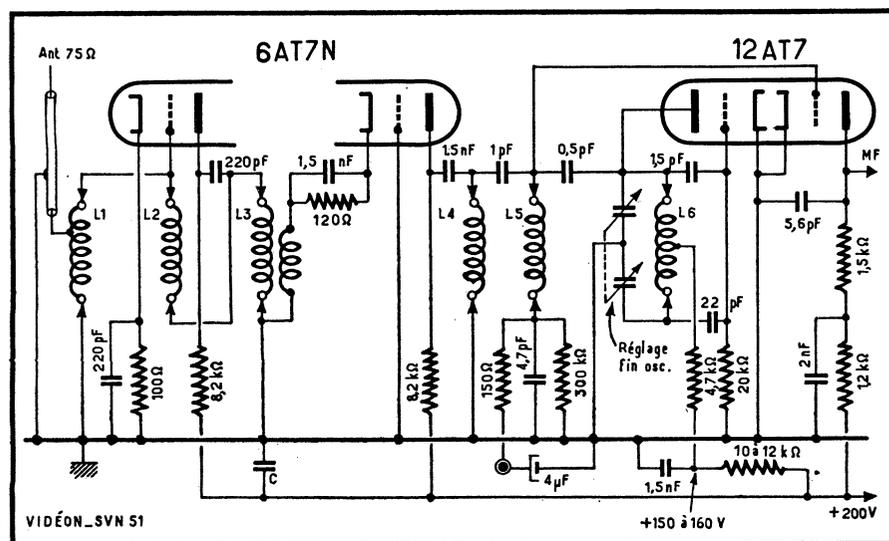
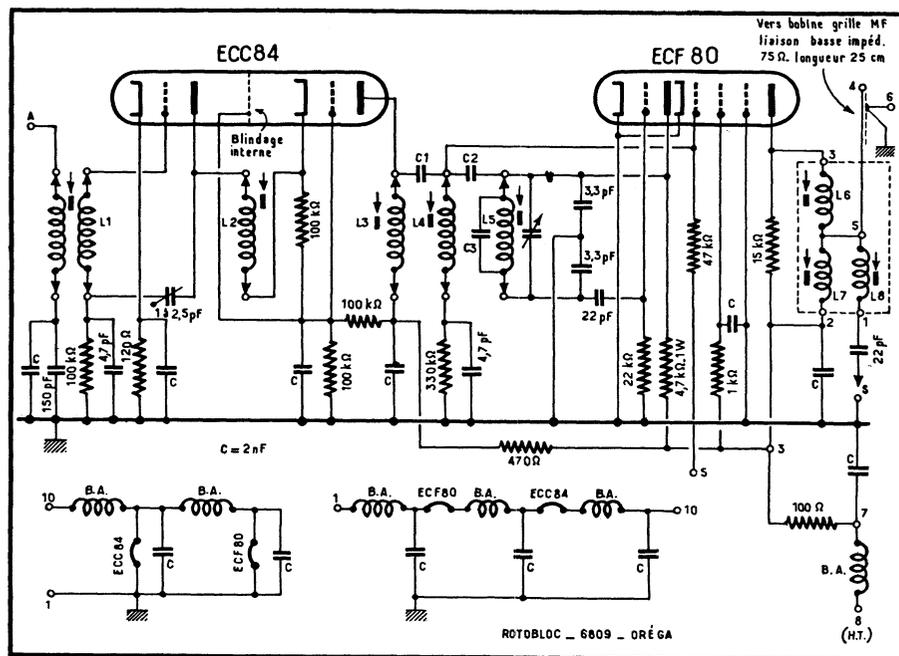

Fig. 1. — Schéma du rotacteur Vidéon, utilisant deux doubles triodes et commutant 6 bobines.
Fig. 2. — Schéma du rotacteur Oréga utilisant une changeuse de fréquence triode-pentode et commutant 5 bobines.
Voici, par exemple (fig. 1), le schéma du rotacteur Vidéon, dont l'amplificateur H.F. est constitué par une double triode montée en cascode dite classique (par opposition au cascode à liaison directe ou série). Ce rotacteur est l'un des rares qui commute six bobines, à savoir :
Le constructeur annonce, pour l'ensemble de la figure 1, un gain total (y compris le gain de conversion de la changeuse de fréquence) de l'ordre de 20 dB.
Le schéma de la figure 2 représente le « Rotobloc » Oréga, à six canaux, dont la conception est assez différente de celle du rotacteur de la figure 1. Nous voyons, en effet, que le neutrodynage y est assuré par un système capacitif, qui comporte un condensateur ajustable de 1 à 2,5 pF disposé entre la plaque et la base du circuit de grille de la première triode de la ECC 84. Le neutrodynage est ici fixe (non commutable) et doit être réglé soit sur la fréquence centrale du canal reçu, soit, si on reçoit plusieurs canaux, sur la fréquence centrale du canal moyen.
La conception du filtre de bande de liaison entre la double triode et la changeuse de fréquence est sensiblement identique à celle du schéma de la figure 1 : deux circuits (L_3 et L_4) couplés par une très faible capacité au sommet (C). Cette capacité se trouve sur la plaquette amovible correspondant à chaque canal et sa valeur peut varier légèrement d'un canal à l'autre. Elle est constituée par ce que l'on appelle une « queue de cochon » de quelques spires.
L'oscillateur de la figure 2 est également un Colpitts, l'ajustage de l'accord se faisant par un C.V. minuscule unique commandé par l'un des boutons du rotacteur.
Enfin, ce bloc est prévu soit pour les deux filaments chauffés en parallèle, soit pour le chauffage en série, auquel cas les lampes à utiliser sont, évidemment, PCC 84 et PCF 80. Les deux schémas partiels dans le bas de la figure 2 montrent la constitution du circuit des filaments dans les deux cas.
Le système de neutrodynage de ce schéma ressemble à celui de la figure 2, avec cette différence que l'élément ajustable est placé ici entre la base du circuit de grille et la masse (C_2).